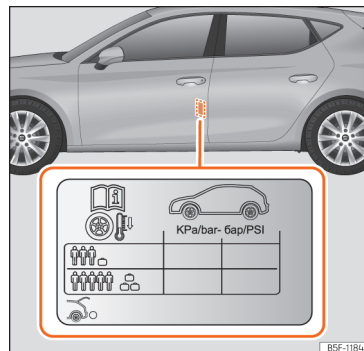

Abb. 232 Einbauort des Aufklebers für den Reifenfülldruck.
- Passen Sie bei größerer Zuladung den Reifendruck entsprechend an »» (Abb. 232).
Die Angaben zum Reifenfülldruck befinden sich auf dem Aufkleber an der Fahrertürsäule »» (Abb. 232).
fülldruck entsprechend dem auf dem Reifenfülldruck-Aufkleber angegebenen maximalen Wert erhöht werden »» (Abb. 232).
Füllen Sie bei einem minimierten Notrad (125/70 R16 oder 125/70 R18) auf einen Druck von 4,2 bar, gemäß Angabe auf dem Aufkleber mit den Reifendruckwerten »» (Abb. 232).
- **Der Fahrer ist verantwortlich für den richtigen Reifenfülldruck an allen Reifen am Fahrzeug. Der empfohlene Reifenfülldruck befindet sich auf einem Aufkleber »» (Abb. 232).**
- **Immer den richtigen Reifenfülldruck am kalten Reifen einhalten, wie auf dem Aufkleber angegeben »» (Abb. 232).**